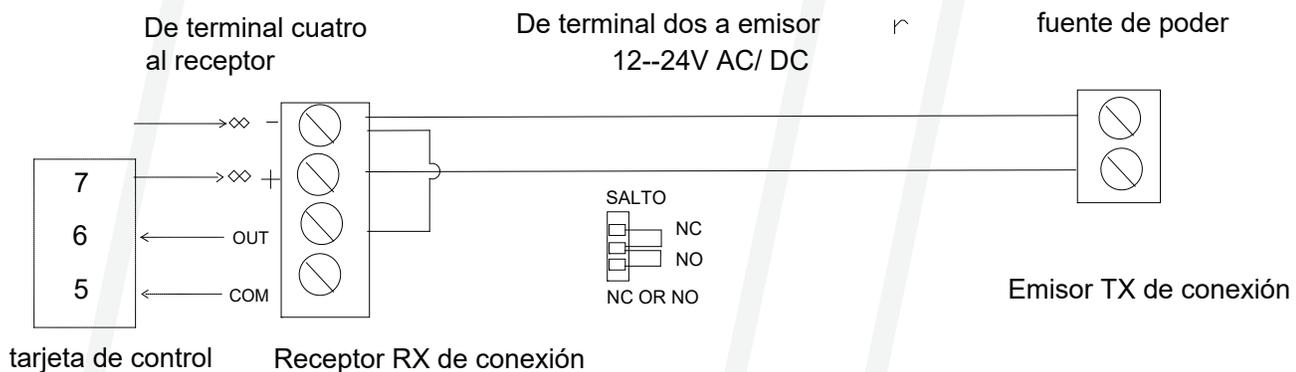

Fig 9
- Conecte el receptor y el emisor con los cables de acuerdo a (Fig. 9).
Para la conexión del sensor del infrarrojo ver la Fig. 9